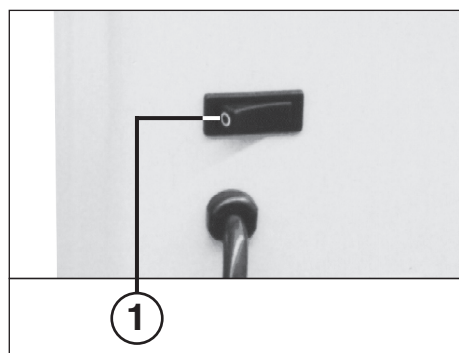
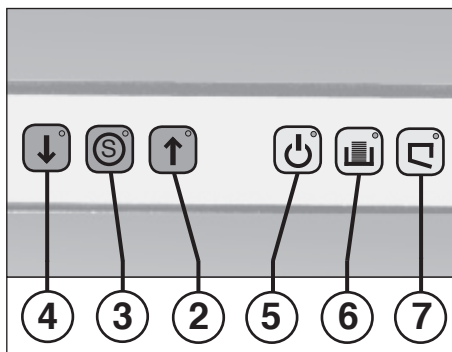

Fig. 1
Fig. 2
- 1 = Interruptor basculante „Disponibilidad de servicio“ (Fig. 1)**
- 2 = Tecla de avance (Fig. 2)**
- 3 = Tecla de stop „S“ (Fig. 2)**
- 4 = Tecla para atrás (Fig. 2)**
- 5 = Indicación de control „Disponibilidad de servicio“ (Fig. 2)**
- 6 = Indicación de control „Recipiente lleno“ (Fig. 2)**
- 7 = Indicación de control „Puerta abierta“ (Fig. 2)**
Conectar el aparato mediante el interruptor basculante (1) (Fig. 1). Como indicación de la disposición de funcionamiento se enciende la lámpara del indicador de control „En disposición de funcionamiento“ (5), así como la tecla roja de stop „S“ (3) (Fig. 2).
Una vez lleno el recipiente de recogida se desconecta la máquina y se emite una señal acústica. La indicación de control (6) (fig. 2) se enciende. Proceder de la manera siguiente para el vaciado del recipiente de recogida:
- Abrir la puerta. La indicación de control (7) (fig. 2) se enciende.
- La señal acústica deja de sonar. La indicación de control (6) se apaga.
- Incorporar un saco vacío, alojar el recipiente y cerrar la puerta. La indicación de control (7) se apaga.
Tenga en cuenta que el aparato no quede conectado durante la noche, accionar el interruptor basculante (1) (Fig. 1).